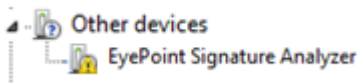

Рисунок 1. Отображение устройств в диспетчере устройств
5. После подключения устройства запустится автоматический поиск драйверов, который, завершится неудачей. Для установки драйверов найдите в «Диспетчере устройств» раздел «Другие устройства», в нем должно быть одно устройство EyePoint Signature Analyser (Рисунок 1).